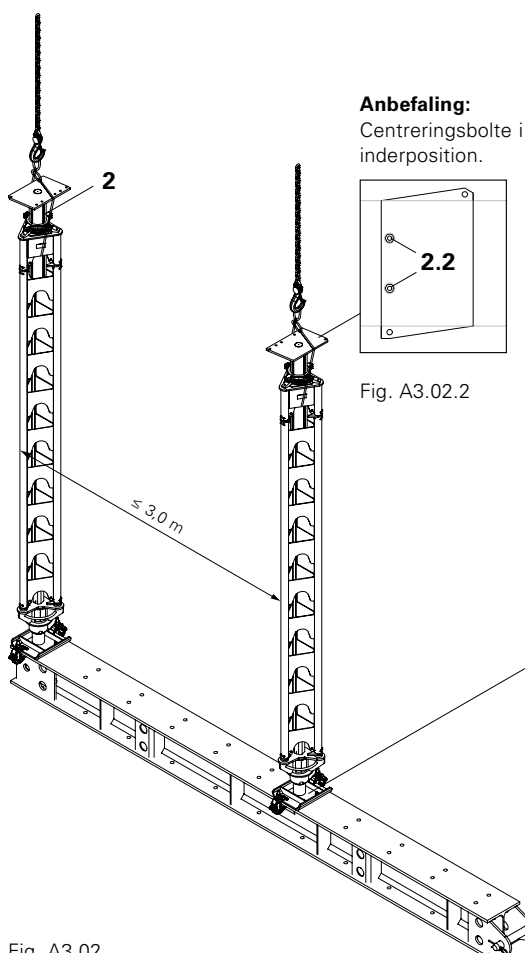

Fig. A3.02
3. Sæt de formonterede HD Støtter på foddrager. Centrér med centreringsbolte (2.2) eller ved at justere manuelt. (Fig. A3.02)